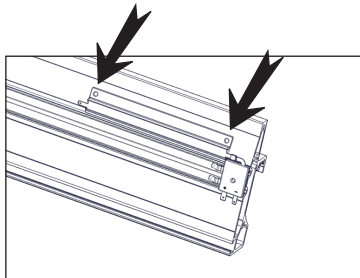

Fig. 7
À l'aide de deux (2) vis autotaraudeuses à tête hexagonale, fixer la bande de ralentissement au rail (Fig. 7). NE PAS trop serrer le boulon!